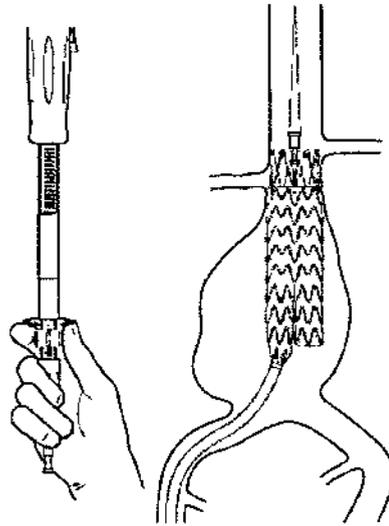

Figura 7. Liberación del extremo proximal del stent suprarenal
3. Con la otra mano, gire la rueda posterior hacia la derecha, moviendo la punta cónica hacia delante para liberar el extremo proximal del stent suprarrenal (Figura 7).